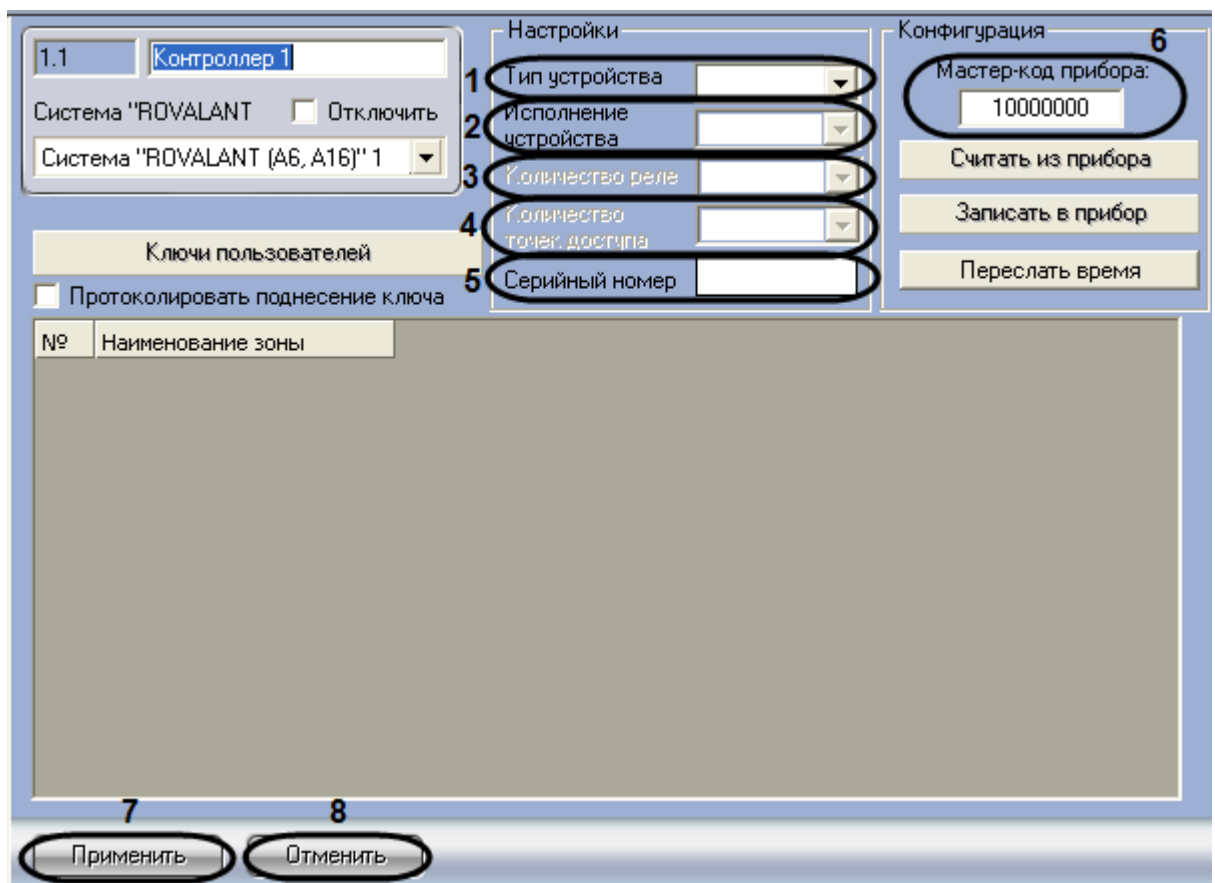

Рис. 3.3—2 Панель настроек объекта Контроллер
2. Из раскрывающегося списка **Тип устройства** выбрать тип прибора (А6 или А16) (см. Рис. 3.3—2, 1).
3. Из раскрывающегося списка **Исполнение устройства** выбрать количество охраняемых шлейфов, поддерживаемое прибором (см. Рис. 3.3—2, 2).